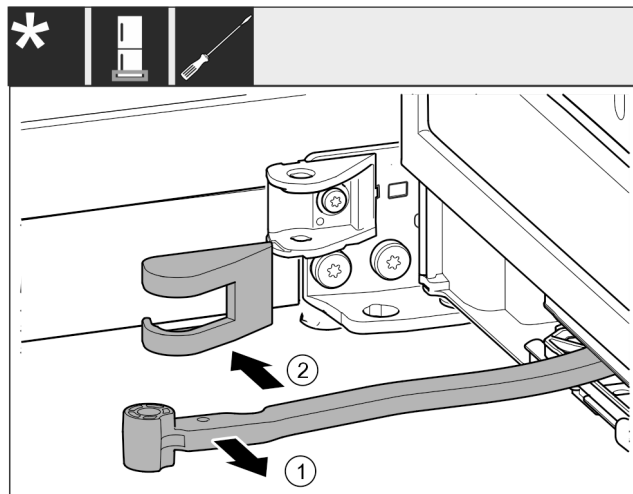

Fig. 20
- Tourner la jointure Fig. 20 (1) en direction de la porte.
- Retirer le cache du support de palier Fig. 20 (2).